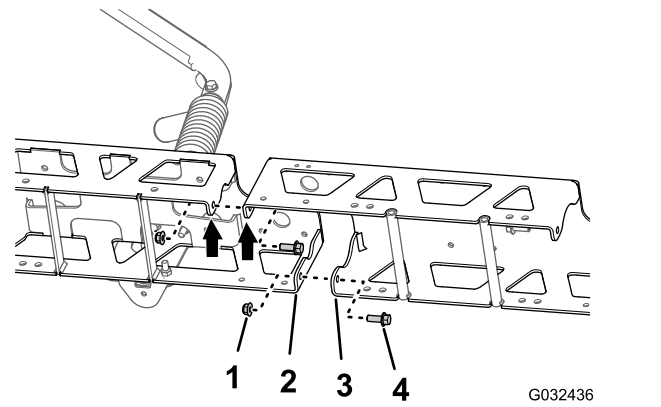

Figura 54
2. Sujete provisionalmente la extensión del brazo central al perfil del travesaño (Figura 54) con los 2 pernos con arandela prensada (3/8" x 1") y las 2 contratuercas con arandela prensada (3/8") que retiró en el paso 1 de Separación de los perfiles de la sección de fumigación central (página 28).
3. Alinee los orificios de las pestañas verticales de la extensión del brazo central con los orificios del otro perfil del travesaño (Figura 54).
4. Ensamble provisionalmente la extensión del brazo central al otro perfil del travesaño (Figura 54) con los 2 pernos con arandela prensada (3/8" x 1") y las 2 contratuercas con arandela prensada (3/8") del kit de acabado del sistema de fumigación GeoLink (Figura 54).
1. Alinee los orificios de las pestañas verticales de la extensión del brazo central con los orificios del perfil del travesaño (Figura 54).